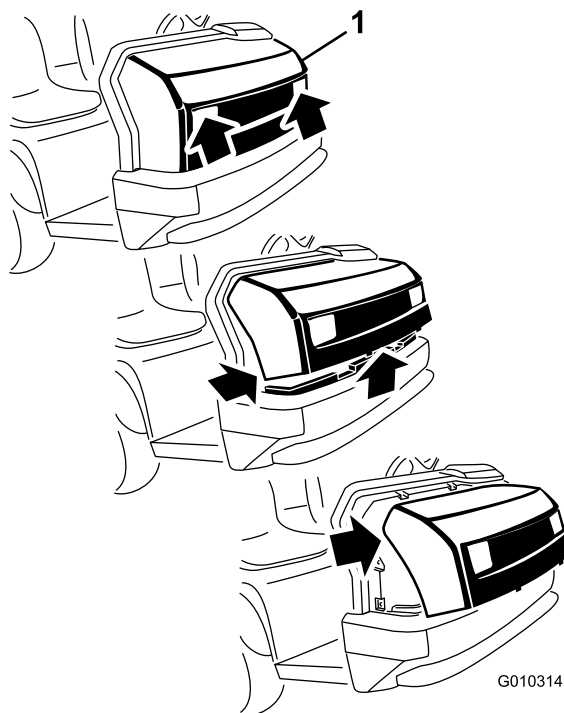

Figura 40
2. Gire hacia arriba la parte inferior del capó hasta que pueda retirar las pestañas de montaje superiores de las ranuras del bastidor (Figura 40).
3. Gire hacia adelante la parte superior del capó y desenchufe los conectores de cable de los faros (Figura 40).
1. Sujete el capó por los orificios de los faros y levántelo para poder liberar las pestañas de montaje inferiores de las ranuras del bastidor (Figura 40).